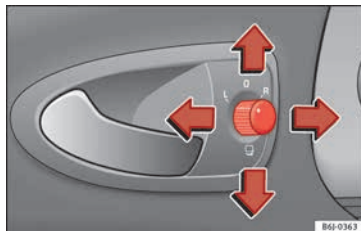

Abb. 139 Drehknopf für die Außenspiegel.
1. Drehen Sie zunächst den Drehknopf » » » **Abb. 139** in Stellung **L (linker Außenspiegel)**.
- Zum Anklappen der Außenspiegel drehen Sie den Drehknopf » » » **Abb. 139** in Stellung . Sie sollten die Außenspiegel immer anklappen, wenn Sie eine automatische